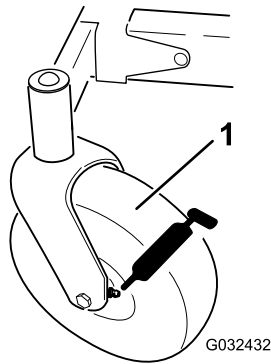
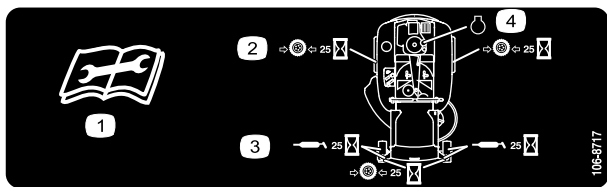

Bild 33
Bild 34
3. Reinigen Sie die Schmiernippel (**Bild 33** und **Bild 34**) mit einem Lappen.
4. Setzen Sie die Fettpresse nacheinander an allen Nippeln an (**Bild 33** und **Bild 34**).